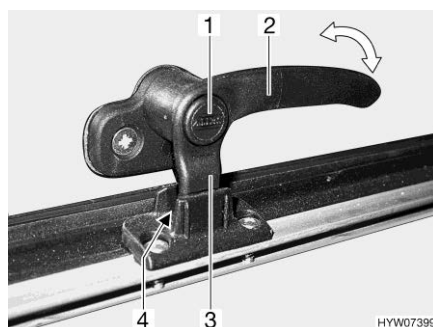
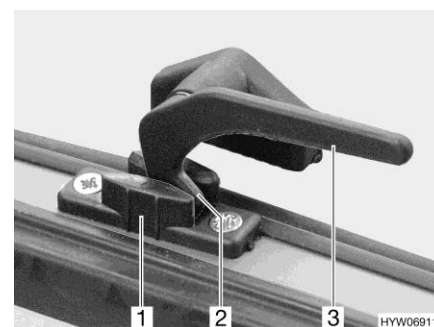

Fig. 120 Leva di serraggio con bottone di sicurezza in posizione "Aerazione continua"
Fig. 121 Leva di serraggio in posizione "Aerazione continua"
- In posizione di "Aerazione continua" (Fig. 120 e Fig. 121)
- Se presente, premere e tenere premuto il bottone di sicurezza (Fig. 120,1).
- Ruotare tutte le leve di serraggio (Fig. 120,2 o Fig. 121,3) di un quarto di giro verso il centro dell'oblò.
- Girare nuovamente all'indietro tutte le leve di serraggio. Contemporaneamente riportare il nasello di chiusura (Fig. 120,3 o Fig. 121,2) nella rientranza del bloccaggio dell'oblò (Fig. 120,4 o Fig. 121,1).